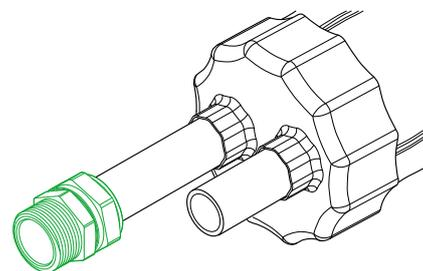

Рис. 4.6.7
- Прикрутить гайку накидную к корпусу фитинга (рис. 4.6.7).